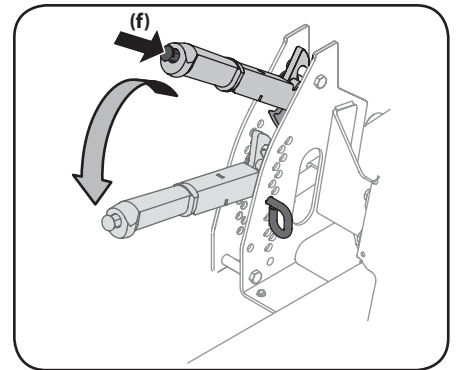

Figure 3-13
3. Pressez le bouton du levier de relevage du plateau de coupe (f), relevez le levier légèrement pour le décrochez de l'index, puis placez-le dans le trou correspondant à la hauteur de coupe désirée (g). Voir Figure 3-13.